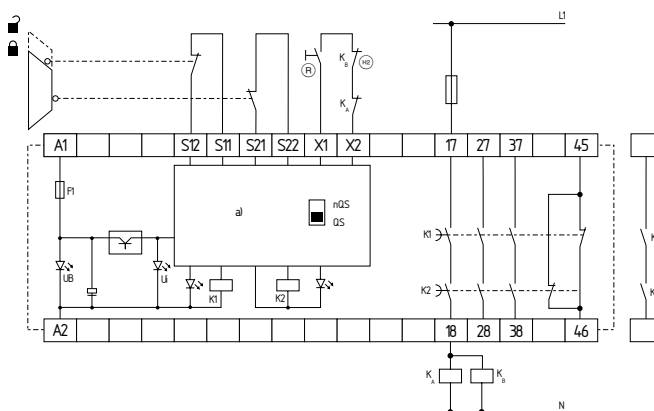

Fig. 4
Control mediante dos canales, mostrado a través del ejemplo de la monitorización de un resguardo de seguridad con dos interruptores de posición, uno de ellos un contacto de apertura forzada con pulsador de rearme externo (R) (véase fig. 4).